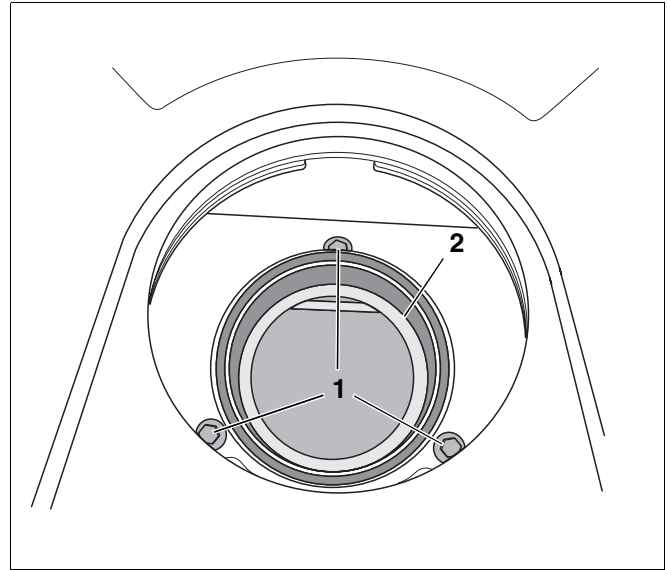

Abb. 11 Abgasanschluss Oberseite – Abgasstutzen
- 3 Schrauben (Abb. 11, **Pos. 1**) des vorhandenen Abgasstutzens am Abgasanschluss Oberseite lösen und Abgasstutzen (Abb. 11, **Pos. 2**) entfernen.